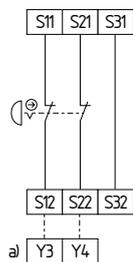

Fig. 13
**Circuit d'arrêt d'urgence à deux canaux avec organes de commande selon DIN EN ISO 13850 (EN 418) et EN 60947-5-5 (Fig. 13)**